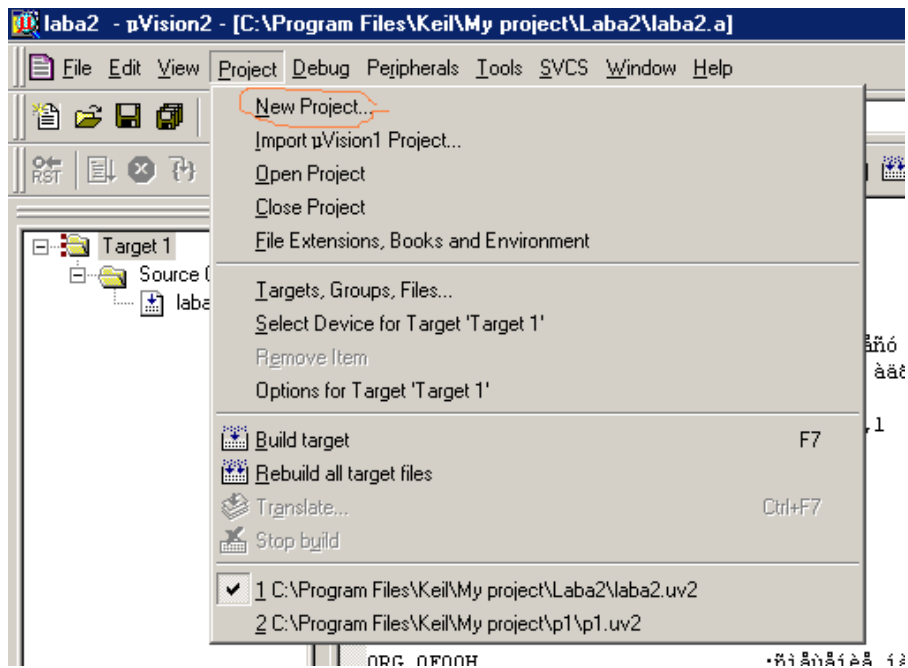
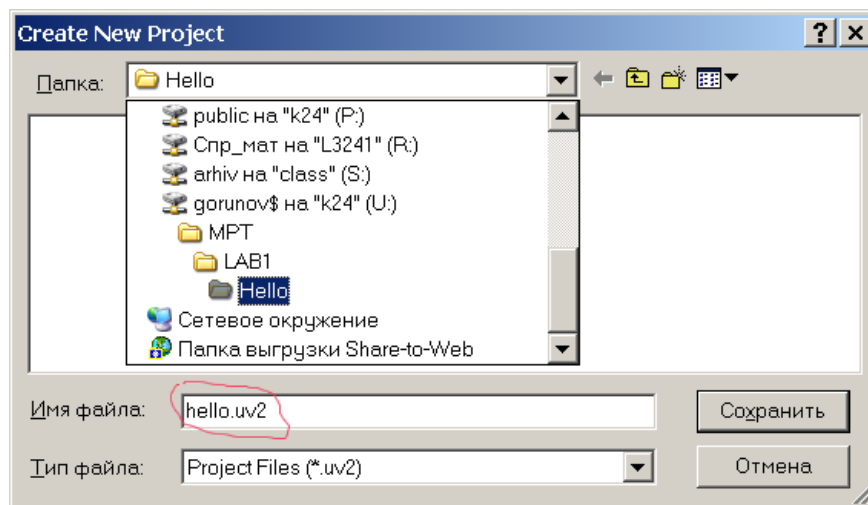

Рис. 11.
Рис. 12.
3. Создать новый проект, для чего в меню Project выбрать New Project (см. рис. 11). Высветится окно с просьбой сохранить проект (см. рис. 12). Проект сохраняете в заранее подготовленную папку U:\MPT\LAB1\Hello.
Если проект уже существует, то в том же меню (рис. 11) нажать Open Project, после чего в появившемся диалоговом окне выбрать нужный проект.